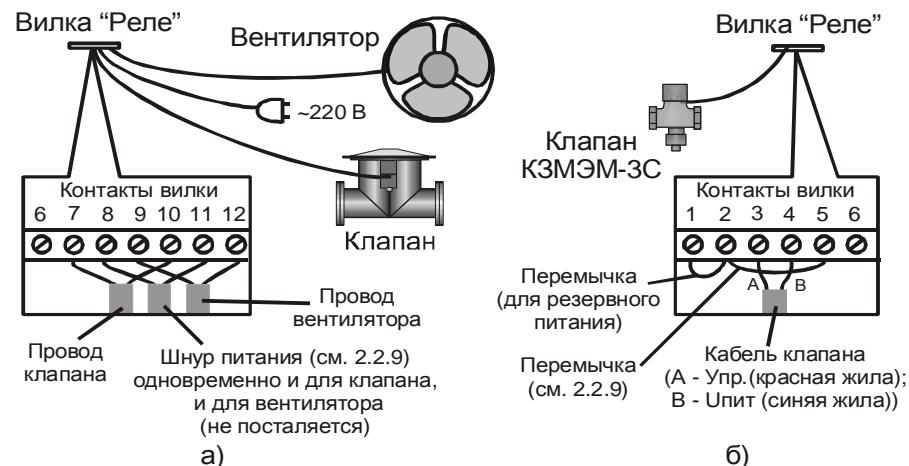

Рисунок 2 – Схема подключения внешнего оборудования к вилке "Реле" сигнализатора
2.3.2 Подсоединить вилку к розетке "Реле" сигнализатора (соединение вилки с розеткой необходимо для переключения Системы на резервное питание, для этого в вилке перемкнуты контакты 1 и 2 – см. рисунок 2).